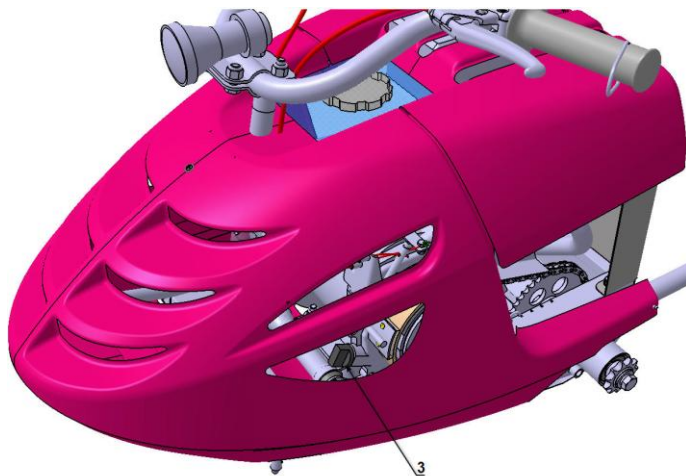

Рис.11
- 7.9.4 Вывернуть заливную пробку в передней части фланца двигателя 3 (Рис.11).